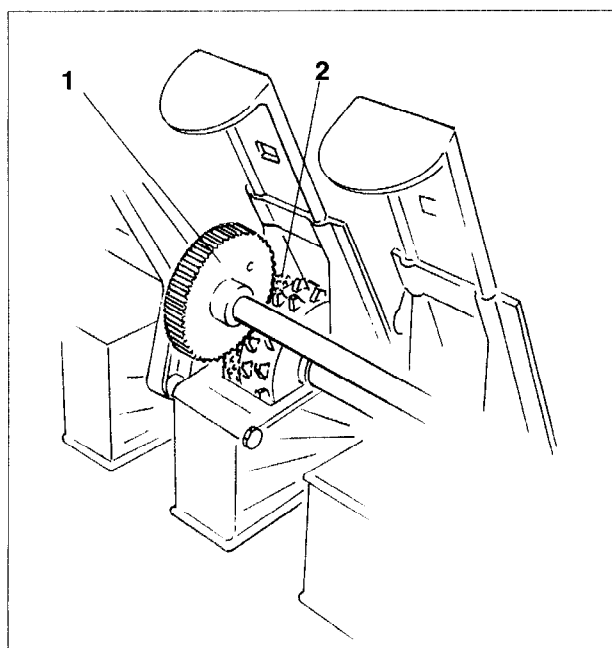

Fig. 7.27
- Faites engrener les dents du pignon d'entraînement (fig. 7.27/1) avec celles des roues grosses graines de jalonage (fig. 7.27/2).